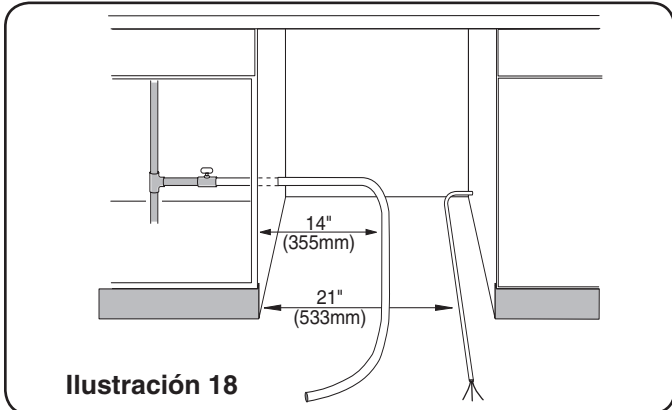

Ilustración 18
- 1 Enderece y acomode el tubo de alimentación de agua caliente y el cable de alimentación eléctrica como muestra la Ilustración 18 de modo que queden en línea con sus propios canales en la base de la lavadora.